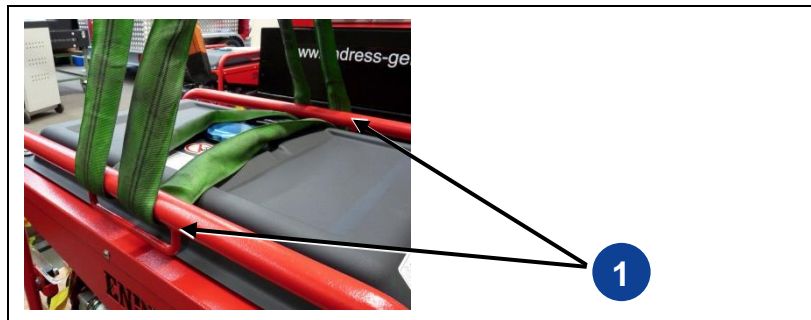

Fig. 4-1: Colocación de las bandas de sujeción
Para la carga con un dispositivo de elevación utilice únicamente medios auxiliares adecuados que puedan guiarse mediante el asa de la parte superior del armazón (véase Fig. 4-1). Solo así puede alzarse de forma segura el generador eléctrico en horizontal y contra el deslizamiento lateral.
1. Colocar las bandas de sujeción adecuadas a través del asa prevista (Fig. 4-1-(1)) de la zona superior del armazón.